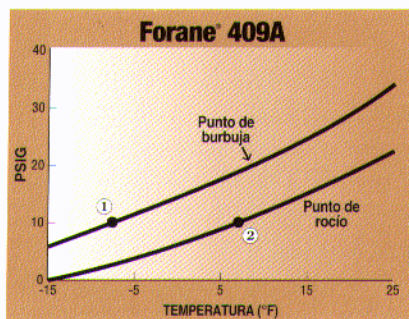

FIGURA 1: Gráfico de presión-temperatura para Forane® 409A.
Es la temperatura a la cual el Forane® 409A (a presión constante) comienza a evaporarse. En otras palabras, el punto de burbuja es la temperatura a la cual la primera burbuja de vapor aparece en el líquido. El punto de burbuja es equivalente al punto de ebullición en refrigerantes de un solo componente. De la tabla 1, a una presión de 10 psig, el punto de burbuja del Forane® 409A es -8.2°F (-22.3°C). La gráfica en la figura 1 muestra la temperatura de burbuja a varias presiones. La temperatura del punto de burbuja para 10 psig es indicada en la figura 1 como punto ①. Cuando el refrigerante Forane® 409A se encuentra a condiciones de operación a la izquierda de la línea del punto de burbuja, su condición es la de líquido subenfriado.
Es la temperatura a la cual el Forane® 409A (a presión constante) comienza a condensar. El punto de rocío corresponde a la temperatura de condensación de refrigerantes de un solo componente. Esta es también la temperatura a la cual la última gota de líquido se evapora y existe como vapor saturado. La tabla 1 lista la temperatura de rocío de Forane® 409A a 6.3°F (-14.3°C) a 10 psig. Esto es mostrado como el punto ② en la figura 1. Cuando el refrigerante se encuentra a condiciones a la derecha de esta línea, el Forane® 409A existe como un vapor sobrecalentado.
Es el cambio en la composición de una mezcla refrigerante zeotrópica cuando esta cambia de líquido a vapor (evaporación) o de vapor a líquido (condensación). Para el Forane® 409A el fraccionamiento ocurre entre sus puntos de burbuja y rocío (puntos ① y ② en la figura 1). Ya que los componentes del Forane® 409A se evaporan (o condensan) a diferentes velocidades en el evaporador (o condensador), la composición del Forane® 409A cambia constantemente entre los puntos de burbuja y rocío. Una vez que la temperatura pasa el punto de rocío (a la derecha de la línea del punto de rocío), el refrigerante se encuentra en estado de vapor sobrecalentado.
① A la entrada del evaporador, el Forane® 409A se encuentra aproximadamente en estado líquido saturado. Por ejemplo, si la presión del Forane® 409A es de 11.4 psig su temperatura es de -5°F (-20.6°C). En otras palabras, la entrada del evaporador está a -5°F (-20.6°C). Este punto se encuentra sobre la línea del punto de burbuja de la curva en la figura 1 (estado de líquido saturado). La temperatura se puede encontrar también con la tabla de presión/temperatura usando la columna "presión de burbuja/líquido".
② A medida que el refrigerante absorbe calor, este se comienza a evaporar. El vapor resultante que se forma contiene mayor cantidad del componente de presión más alta (R-22). A medida de que el refrigerante líquido continúa evaporándose, este va cambiando su composición hacia los componentes menos volátiles (más R-124 y R-142b que R-22). Debido a que las composiciones del líquido y el vapor cambian, la temperaturas del punto de burbuja y de rocío del líquido remanente cambian también, causando un deslizamiento de temperatura.
③ El fraccionamiento continúa a medida que los componentes menos volátiles (R-124, R-142b) se evaporan más rápidamente conjunta-
④ El Forane® 409A se ha evaporado completamente y ha regresado a su composición original. El Forane® 409A se encuentra ahora en estado de vapor saturado y su temperatura es 10°F (-12.2°C). Este punto se encuentra sobre la línea del punto de rocío de la curva en la figura 1 (estado de vapor saturado). La temperatura se puede encontrar también con la tabla de presión/temperatura usando la columna "presión de rocío/vapor". La temperatura media del evaporador en este ejemplo es $[(-5) + (10)]/2 = 2.5^\circ\text{F}$ $[(-20.6) + (-12.2)]/2 = -16.4^\circ\text{C}$. Durante el resto de su trayecto dentro del evaporador, el refrigerante comienza a sobrecalentarse (vea la figura 2).